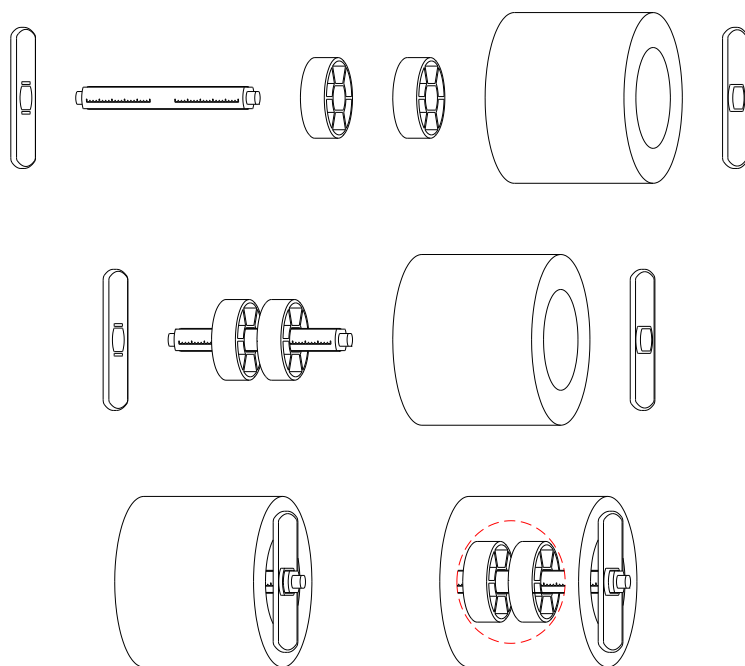

图 2-11
1. 取出纸卷轴，将纸卷套入纸卷轴（如果是 3 英寸大纸芯的纸卷，请套入纸卷轴套筒），将两个纸卷挡板从两边套入纸卷轴，光滑面朝向纸卷，如图 2-11 所示。